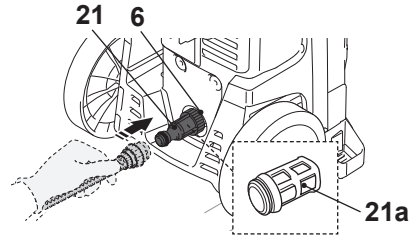

Fig. 15
1. Atașați adaptorul racordului de apă la furtun (21) pe racordul pentru apă (6) (Fig. 15).
2. Atașați un furtun adecvat de apă (nu este inclus) în alimentarea cu apă și apoi celălalt capăt pe adaptorul racordului de apă la furtun (21)